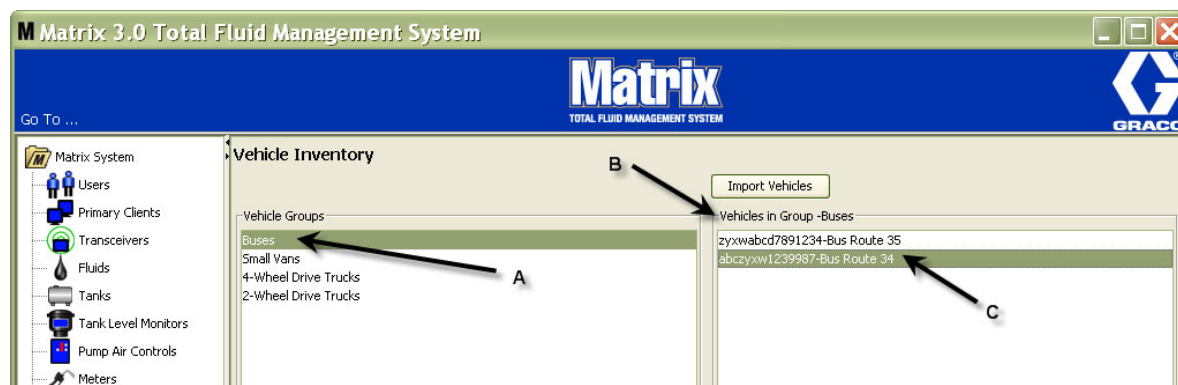
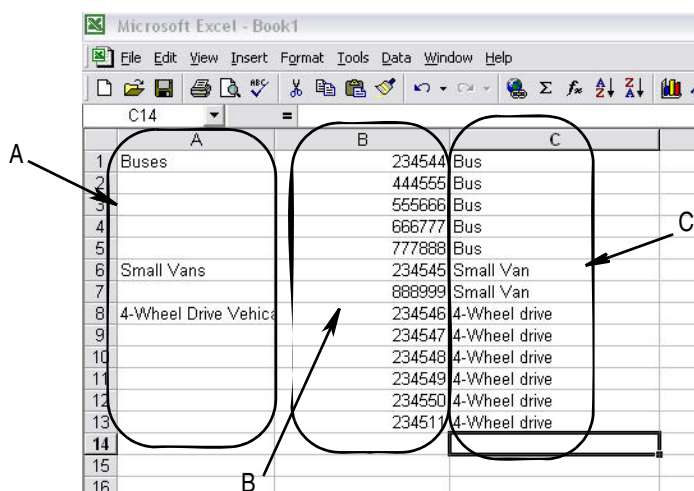

FIG. 156
FIG. 159
7. Les véhicules ne seront affichés dans l'écran principal "Vehicle Inventory" (Inventaire des véhicules) que lorsque le groupe spécifique auquel ils sont associés seront sélectionnés. Dans l'exemple fourni dans la FIG. 156, le groupe de véhicules "Buses" (Autobus) est sélectionné (A). Notez que le nom du groupe "Buses" (Autobus) a été ajouté à la fin des véhicules sous le titre de la colonne "Group" (Groupe) (B) et la liste affichée dans cette colonne ne contient que les autobus qui font
Les sections A, B et C dans la FIG. 159 correspondent aux sections A, B et C dans la FIG. 156.